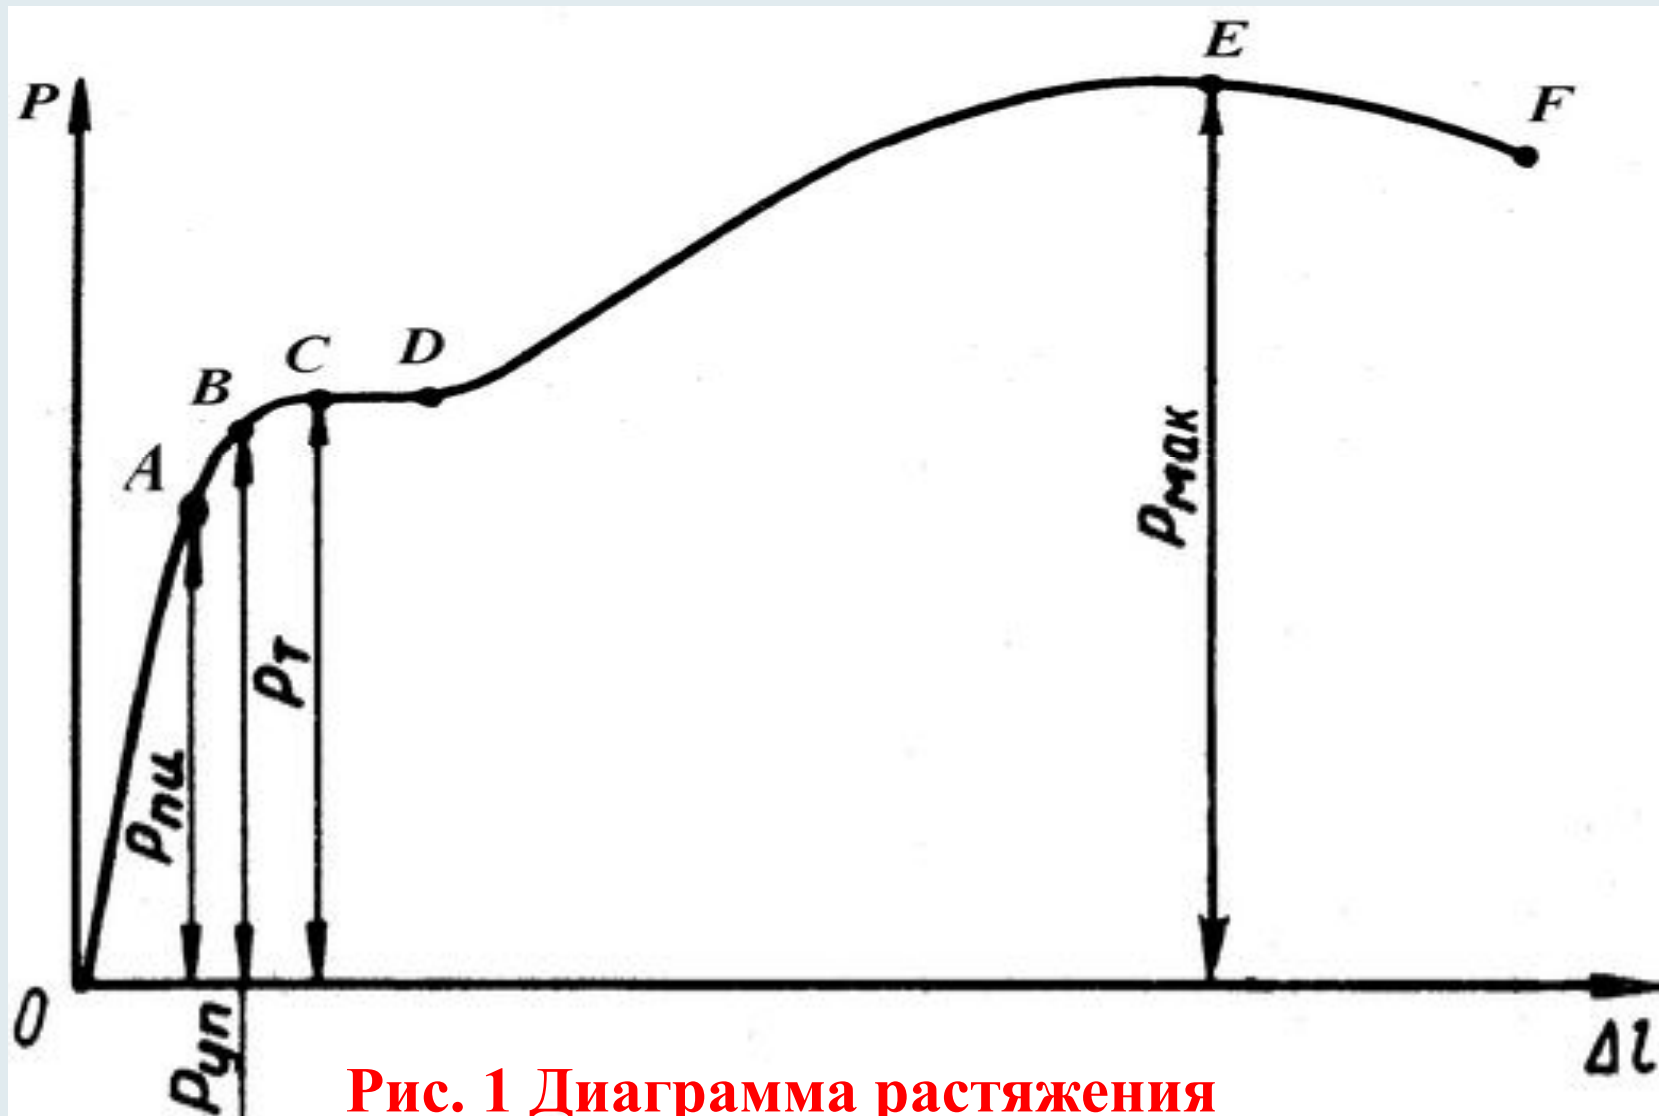

Рис. 1 Диаграмма растяжения
- На рис. 1 приведена **диаграмма растяжения для низкоуглеродистой стали**.